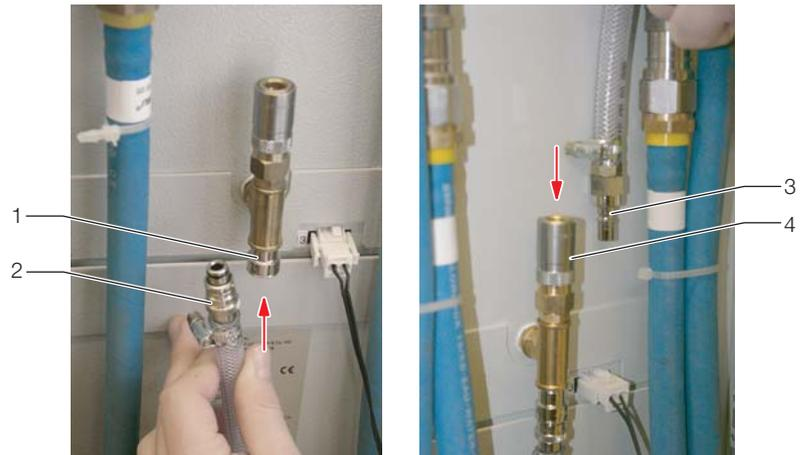

Abb. 7: Schnellkupplung am Kondensatablauf
Drücken Sie dazu den Stecknippel (Abb. 7, Pos. 2) so fest von unten auf die Kupplungsaufnahme am Kondensatanschluss (Abb. 7, Pos. 1), bis die Kupplung einrastet.
- Sind mehrere LCP-Module im Liquid Cooling Package eingebaut, verbinden Sie den Stecknippel am Kondensatschlauch mit dem oberen Anschluss am Kondensatablauf auf der Vorderseite des Wärmetauschermoduls. Drücken Sie dazu den Stecknippel (Abb. 7, Pos. 3) von oben auf die Kupplungsaufnahme am Kondensatablauf (Abb. 7, Pos. 4), bis die Kupplung einrastet.